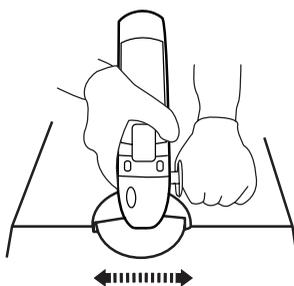

Fig. 19
4. Mueva el producto hacia atrás y ejerza una fuerza constante (Fig. 19).